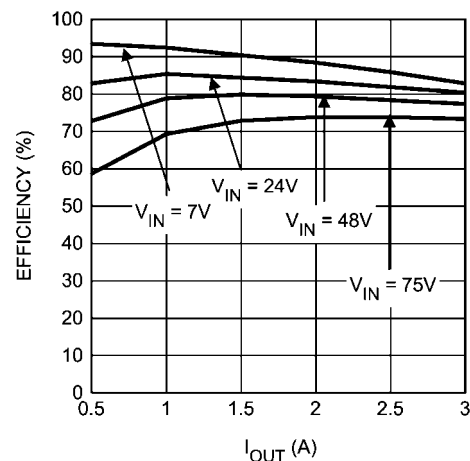

Рис. 9. КПД схемы на микросхеме **LM5576**
**LM5574**, **LM5575** и **LM5576** — pin-2-pin-совместимые микросхемы понижающих DC/DC-преобразователей со встроенным MOSFET, которые отличаются максимальным током нагрузки (0,5 А, 1,5 А и 3 А соответственно) и обеспечивают работу источника питания в диапазоне входных напряжений 6...75 В. При этом для обеспечения собственного питания микросхемы не требуется никаких внешних цепей — питание осуществляется с помощью встроенного линейного регулятора с выходным напряжением 7 В. На рисунке 8 показана внутренняя архитектура преобразователя **LM5576** и типовая схема применения. При выходном напряжении 5 В данная схема обеспечивает стабильно высокий КПД во всем диапазоне тока нагрузки, а также весьма неплохой результат при максимальном входном напряжении 75 В (рисунок 9). Пульсации выходного напряжения при токе нагрузки 2 А и входном напряжении 36 В не превышают 25 мВ.